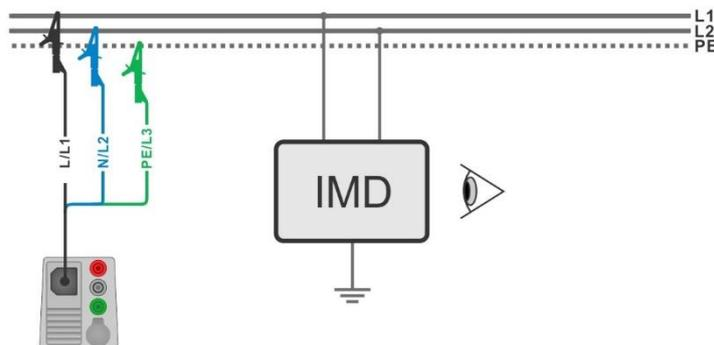
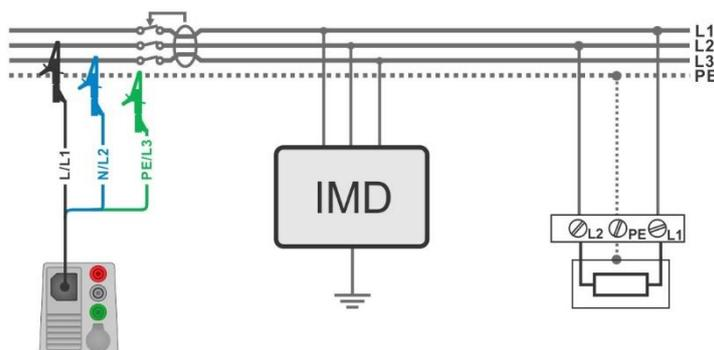

Figura 7.88: Medición de la primera corriente de fuga de fallo más alta con puntas de prueba con 3 hilos
Figura 7.89: Medición de la primera corriente de fuga de fallo para circuitos protegidos con RCD con puntas de prueba con 3 hilos
- Conecte las puntas de prueba de 3 hilos al objeto a prueba (vea la **Figura 7.88 y Figura 7.89**).